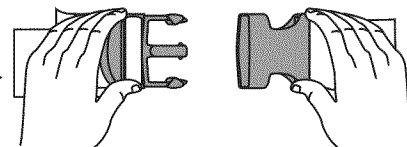

Fig. 2
1. Póngase el arnés bien utilizando la presilla o sobre la cabeza y sobre el hombro. (Fig. 2).